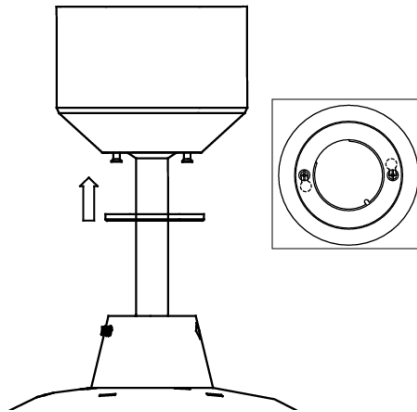

Abb. 6
- Die Deckenhalterung mit der Canopy-Abdeckung abdecken. Nachdem Sie sich vergewissert haben, dass alle elektrischen Kabel im Canopy (Baldachin) stecken und bei der Ausführung dieses Schritts nicht beschädigt wurden, den Canopy (Baldachin) fest anschrauben **Abb.6**
Abschließend die Abdeckung des Canopy durch Festziehen der Schrauben in Uhrzeigerrichtung sichern. **Abb.6**